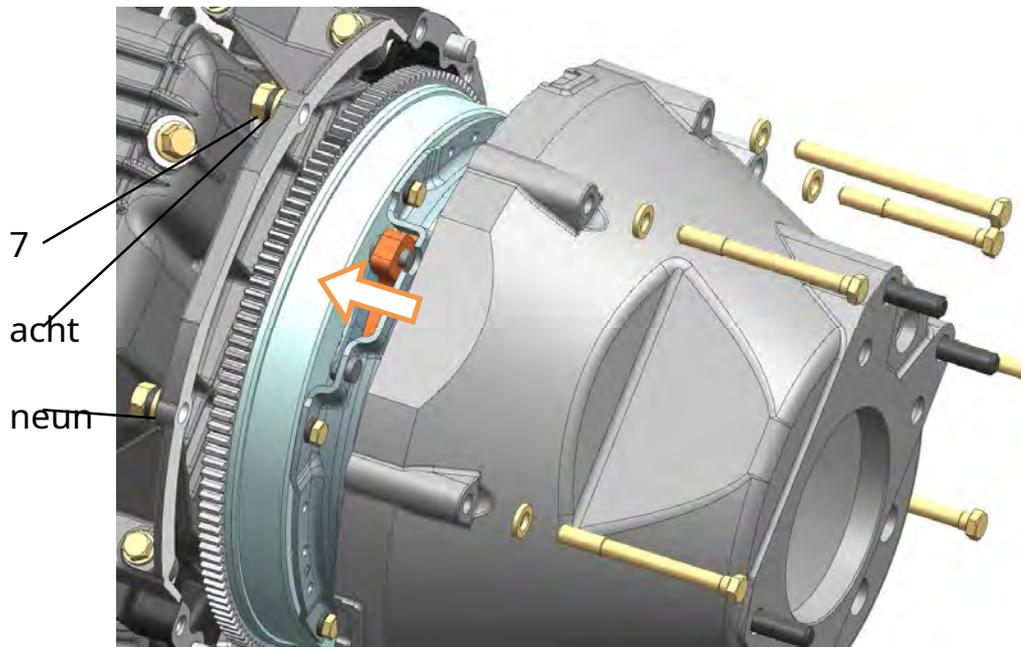

Abb. 192. Kupplungsgehäuse einbauen:
**31.** Kupplungsgehäuse 6 (Abb. 192) und Motorhebekonsole 2 einbauen, Anziehen der Befestigungsschrauben 1 mit Unterlegscheiben 3 und Befestigungsmuttern 4.7 mit Federscheiben 5.8 und Unterlegscheiben 9 mit einem Drehmoment von 41,2 ... 50,0 N·m (4,2 ... 5,1 kgf m).